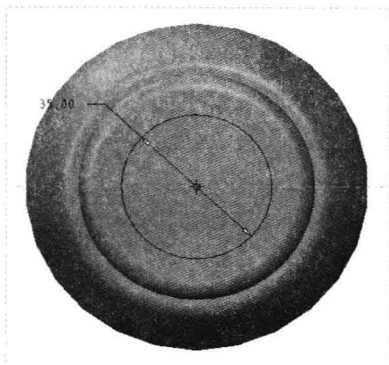

图 8-53 绘制截面 1
Step 05 弹出“方向”菜单管理器，选择“确定”选项，弹出“草绘视图”菜单管理器，选择“默认”选项，进入草绘环境，单击“草绘”选项卡中的相应按钮，绘制截面，如图 8-53 所示。